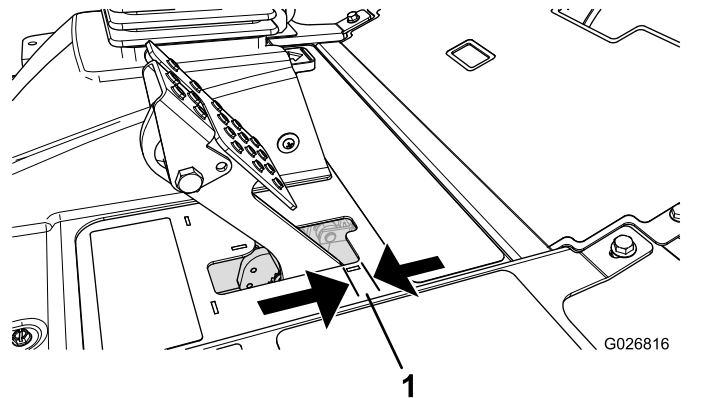

Figure 53
Réglez les freins si la garde à la pédale de frein est supérieure à 2,5 cm (Figure 53) ou si la force de maintien offerte est insuffisante. La garde est la distance parcourue par la pédale de frein avant que le freinage soit ressenti.
2. Serrez l'écrou arrière afin de pouvoir déplacer le câble en arrière jusqu'à obtention d'une garde de 6,3 à 12,7 mm (Figure 53), avant le blocage des roues.